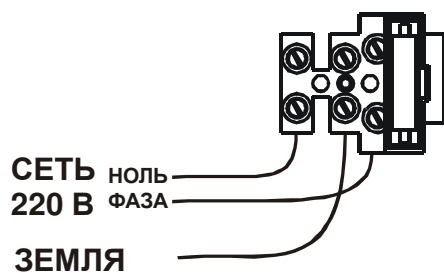

РИС.3
- подключить провода сети 220 В 50 Гц к колодке «Сеть» источника с учетом указанной фазировки на рис. 3 Приложения А;